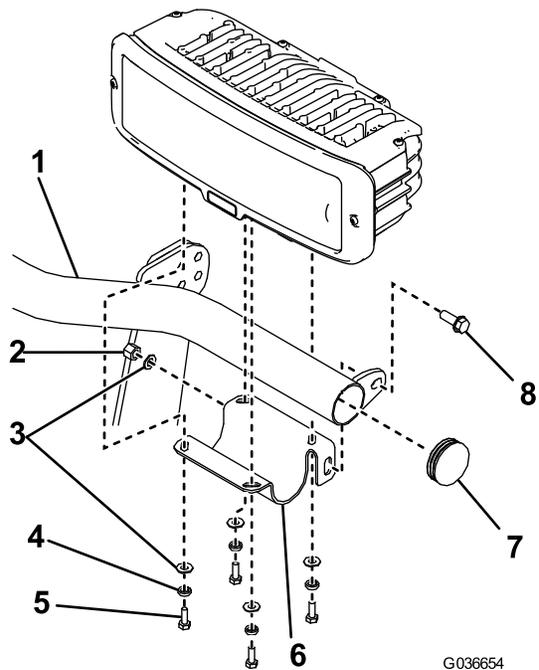

Bild 12
- Stellen Sie sicher, dass die Endkappen an den Enden der Scheinwerferleiste angebracht sind (Bild 12).
- Befestigen Sie die linke Scheinwerferhalterung mit einer Bundkopfschraube ($\frac{3}{8}$ " x 1"), einer Flachscheibe und einer Nylon-Sicherungsmutter an der Scheinwerferleiste (Bild 12).
- Befestigen Sie den linken Scheinwerfer mit zwei vier Schrauben ($\frac{1}{4}$ " x $\frac{3}{4}$ "), Federscheiben und Flachscheiben an der Scheinwerferhalterung (Bild 12).